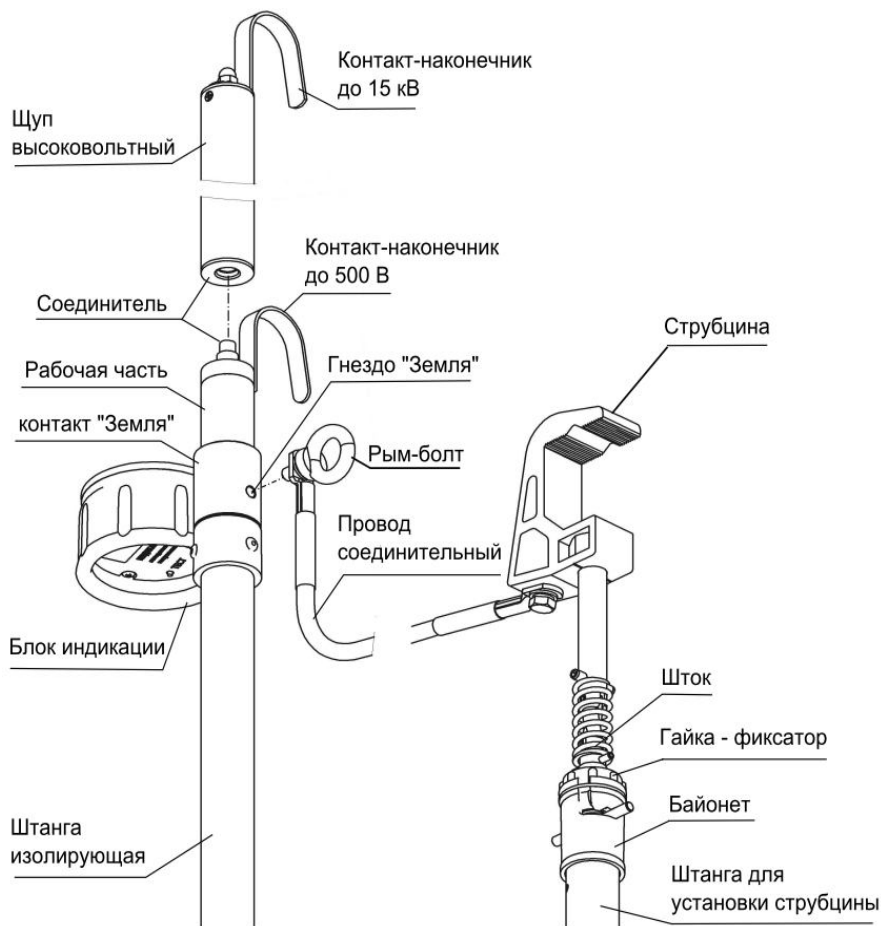

Рис.1 Комплект для
6.7 Подключить соединительный провод к ИНН-15, для этого установить рым-болт, расположенный на наконечнике соединительного провода, в гнездо «Земля» и затянуть (см. рис.1).
- 6.14 Коснуться контактом-наконечником «до 15 кВ» точки, в которой контролируется наведенное напряжение. **Запрещается использование контакта-наконечника «до 500 В» при установленном высоковольтном щупе (см. рис.1).**